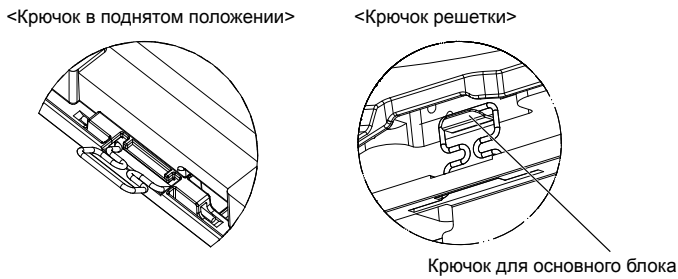

Fig. 10-5
- Совместите отверстия для винтов в углах решетки с монтажными отверстиями в углах основного блока, зафиксируйте два крючка на решетке на выступах дренажного поддона основного блока и временно подвесьте решетку. (Fig. 10-5)
- После затяжки винта убедитесь, что два крючка решетки (Fig. 10-5) зафиксированы на крючках на основном блоке.